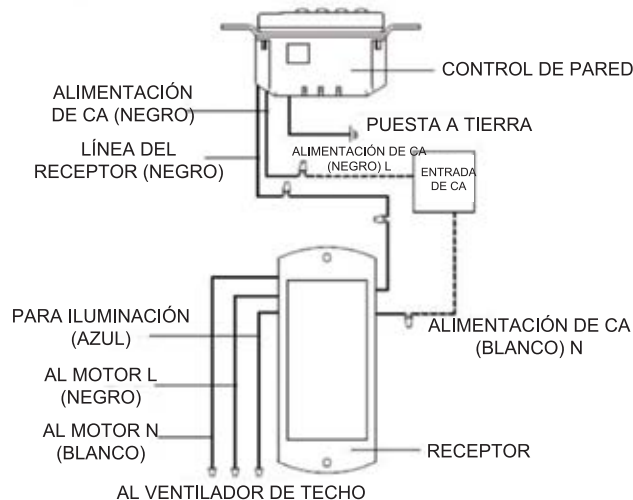

Fig. 15
Paso 2. Haga las conexiones eléctricas tal como se muestra en la Fig. 15. Si su caja de distribución tiene un cable de puesta a tierra (verde o cobre sin recubrimiento), conecte el cable de puesta a tierra del transmisor directamente a uno de los tornillos de la caja de distribución eléctrica. Asegure todas las conexiones de cables con las tuercas plásticas proporcionadas.